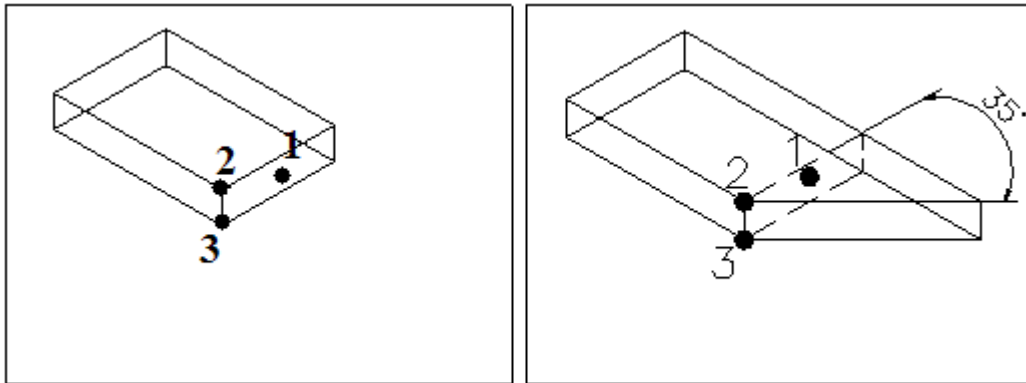

Рисунок 36 - К заданию 3.2.13
3.2.13 Создать трехмерный объект и повернуть грань, указанную точками 1, 2, 3, на 35 градусов (рисунок 36).